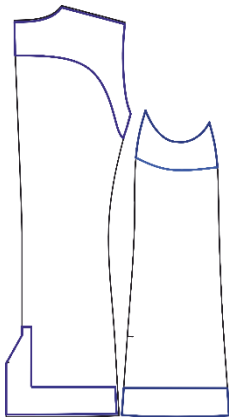

Рис. 1
- на верхнюю часть спинки и отрезную боковую часть (см. схему рис. 1);